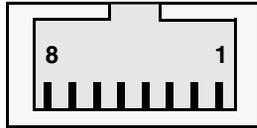

図 3 サービスプロセッサのイーサネットポート
- 図3 は、サービスプロセッサのイーサネットポートを示します。